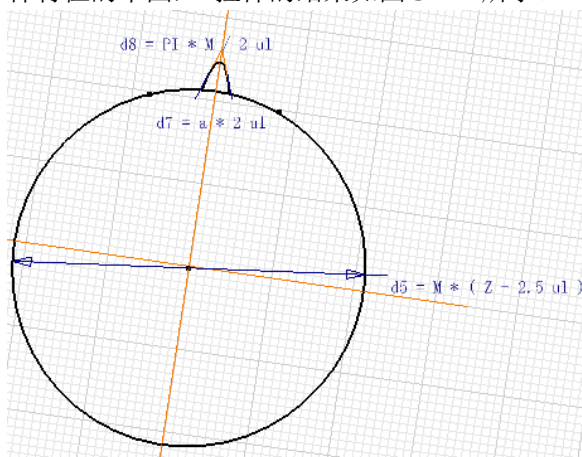
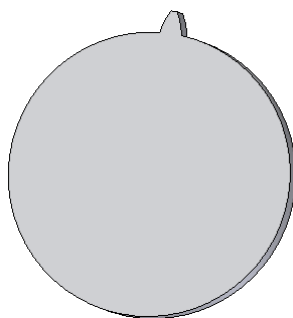

图 3-110 草图截面轮廓
图 3-111 拉伸一个轮齿
(2) 在浏览器中，单击“拉伸 1”特征选项前面的展开符号，被“拉伸 1”选项消耗的退化的草图将会显示出来，右键单击该草图，在【打开】菜单中选择【共享草图】选项，则拉伸 1 的退化的草图会重新显示，虽然现在不是在草图环境，但是还可利用这个草图创建特征。重新编辑一下该草图，使得其截面轮廓如图 3-110 所示。选择【模型】标签栏内【创建】面板上的【拉伸】工具，选择轮齿的截面轮廓作为轮廓截面，将拉伸的深度设置为 L ，拉伸完毕以后隐藏该拉伸特征的草图，拉伸的结果如图 3-111 所示。